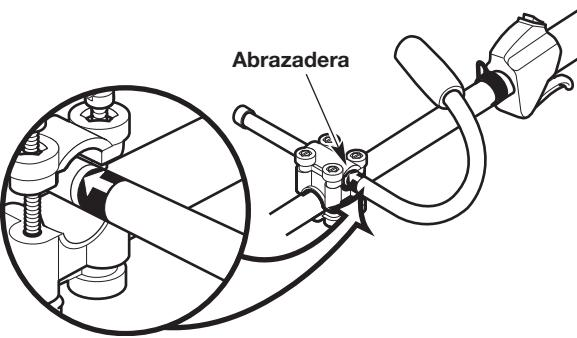

Fig. 5
- Sostenga la unidad en posición operativa (Fig. 21) y deslice la manija hacia adentro o hacia afuera de la abrazadera hasta que la flecha/línea de la calcomanía toque la abrazadera (Fig. 5).